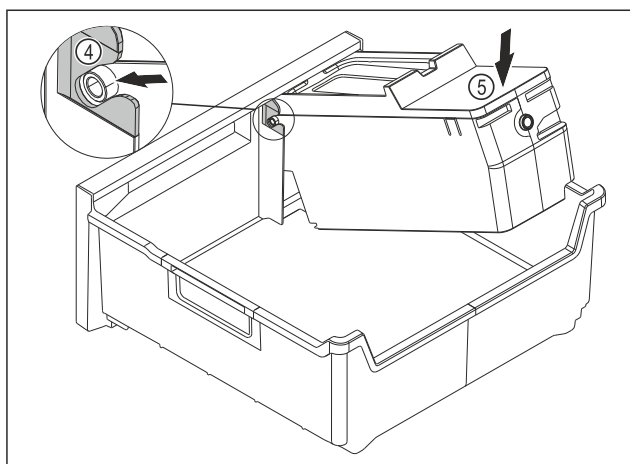

Fig. 140
- ▶ Монтаж на корпуса на EasyTwist-Ice: Вкарайте осите на корпуса на EasyTwist-Ice във водачите Fig. 140 (4).
- ▶ Натиснете надолу корпуса на EasyTwist-Ice Fig. 140 (5) отзад.